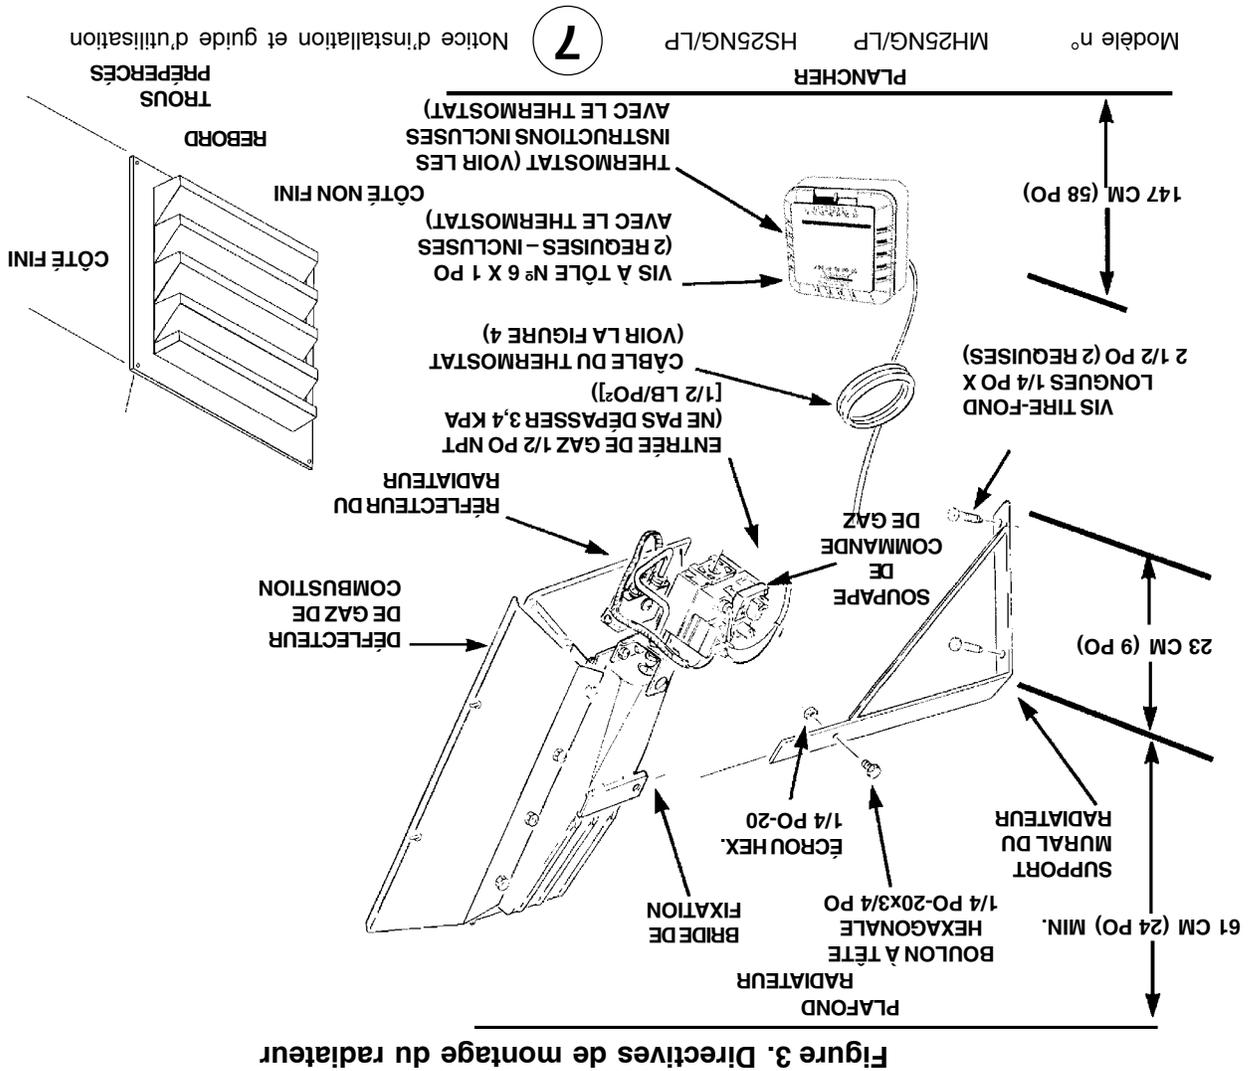

Figure 3. Directives de montage du radiateur
1. Si le support mural doit être fixé à un mur à poteaux de cloison et panneaux de revêtement, consultez la figure 3 pour les dimensions, repérez le poteau et percez des trous d'implantation de 3,2 mm (1/8 po) au centre du poteau. Utilisez le gabarit pour simplifier l'installation.
2. Si le support mural doit être fixé à un mur de brique ou de maçonnerie, consultez la figure 3 pour les dimensions. Procurez-vous deux ancrages à expansion de 1/4 po de diamètre interne et déterminez la taille du foret à utiliser. Percez les trous appropriés pour recevoir les ancrages dans la brique ou la maçonnerie.
5. Positionnez le radiateur comme il est indiqué à la figure 3 et faites glisser la bride de fixation du radiateur sur le support.
1. Voir la figure 3 pour les dimensions et d'autres renseignements sur la prise.